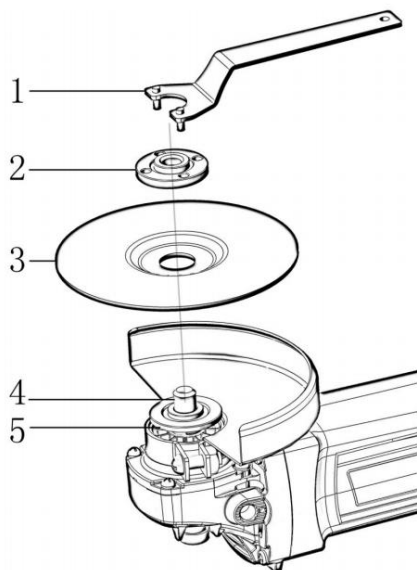

Fig 3
1. Monte la brida interior en el eje, ajuste el Rueda/disco en la brida interior y atornillar la brida exterior. brida sobre el husillo (Fig3)